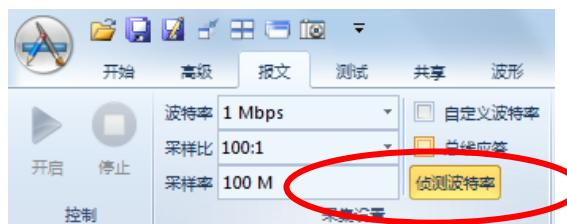

图 4.1 自动匹配波特率
1. 将 CANScope 的 CANH、CANL 接入总线，打开软件，在 CAN 报文界面，使能侦测波特率，等待一段时间，CANScope 将自动匹配波特率结果。如图 4.1 所示。